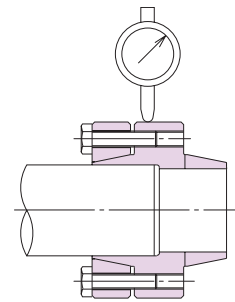

图 1
- (1) 请在一侧轴上安装联轴器，按照步骤拧紧固定外圈。
- (2) 请勿拧紧其他轴上的外圈。该轴可在联轴器的轴孔内自由旋转。
- (3) 将千分表固定在底座（联轴器箱体等）上，检查各轴的跳动。
- ① 对于与联轴器联结的轴，用千分表抵住联轴器主体的中央法兰外周部。请旋转该轴并读取跳动，将读数控制在 3/100 以内。（图 1）
- ② 然后用千分表接触其他轴，旋转该轴并读取跳动，将读数控制在 3/100 以内。
- (4) 请确认千分表的跳动均在标准值内，按照步骤拧紧其他外圈。
- (5) 最后，用千分表读取本体法兰的跳动，确认读数在 3/100 以内。